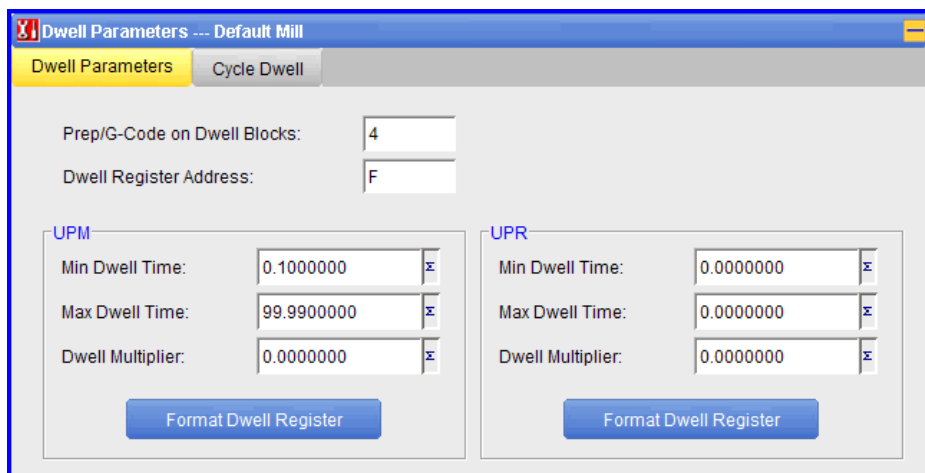

图 9.2.32 “Dwell Parameters”对话框
- **Dwell Parameters** : 停留参数。单击此按钮，其页面显示如图 9.2.32 所示。